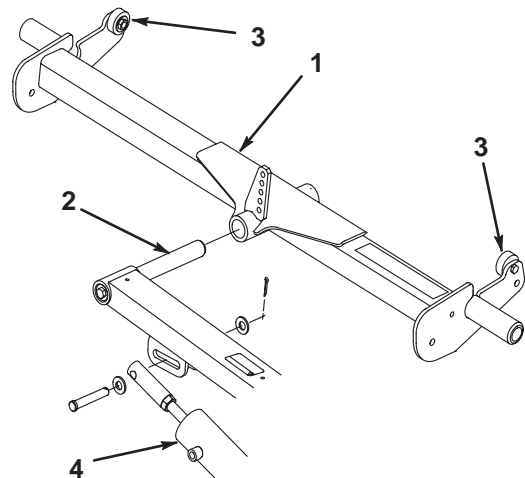

図 4
1. 後キャリア・フレームを後昇降アームのピボット・ロッドの下に引き込む(図4)。この時点では、まだキャリア・フレームをカッティングユニットに接続しない。
3. キャリア・フレームの一方の端を押し下げて、フレームの他方の端の上ストップ(図4)がフット・ステップの下面に当たるようにする。押し下げた側では、上ストップとフット・ステップ間の距離が6 mm程度となっているのが適正である。6 mmになっていない場合には以下の手順4に従って調整を行う。調整の必要がない場合は次の組み立て段階へ進む。
- A. 昇降シリンダのロッドの先端と昇降アームとをつないでいるクレビスピンを外す(図4)。
- D. ナットを締め、シリンダ・ロッドを昇降アームに接続して終了(図4)。